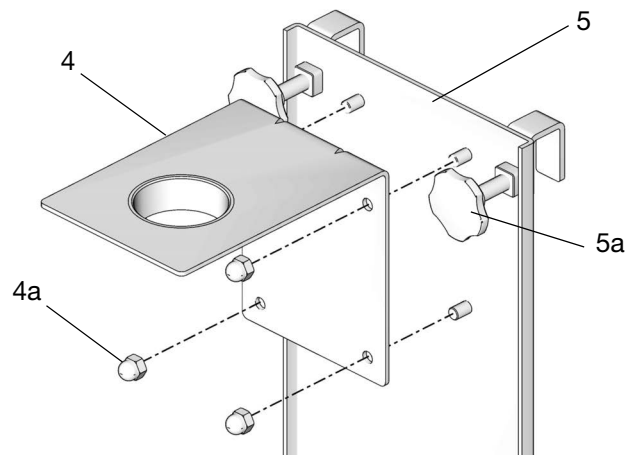

ABB. 12
1. Die Teile 4 und 5 der Pumpenhalterung mit den 4 Muttern (4a) (beiliegend) montieren (ABB. 12).